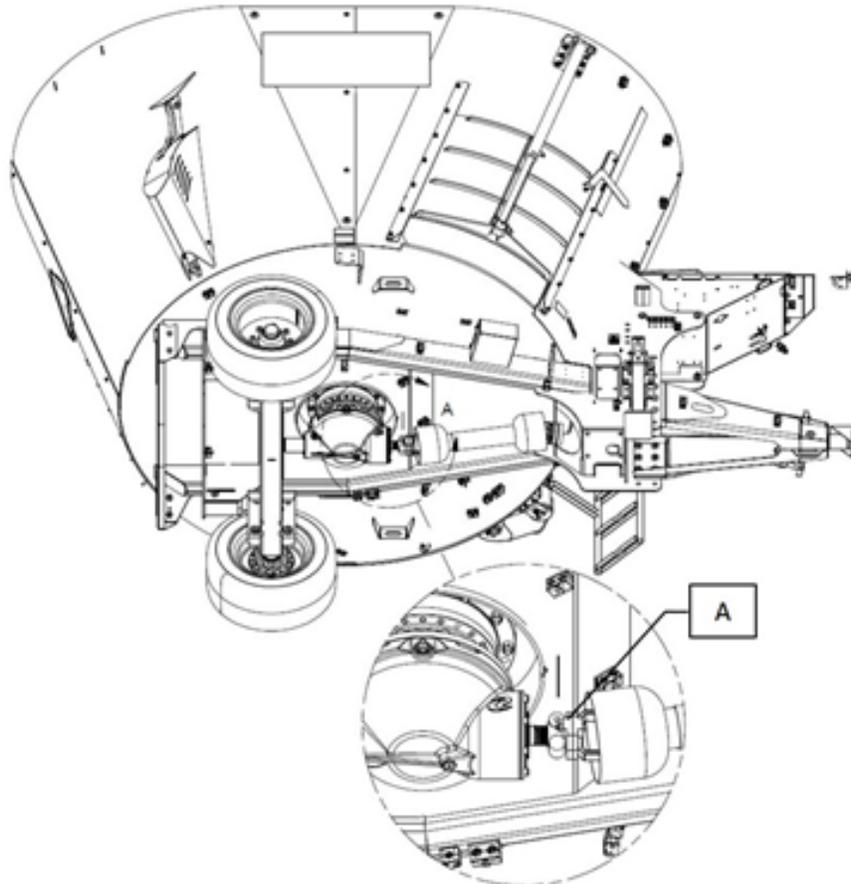

Figure 40 — Emplacement du limiteur de couple à boulon de cisaillement sur les SMARTMIX à une vis
2. Retirez le morceau de boulon du limiteur (repère A, Figure 40).